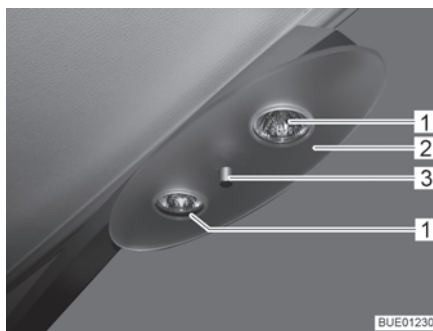

Fig. 189 Plafonnier halogène
- Dévisser l'écrou de fixation (Fig. 189,3) et retirer le plateau de couverture (Fig. 189,2).
- Retirer l'ampoule halogène (Fig. 189,1).